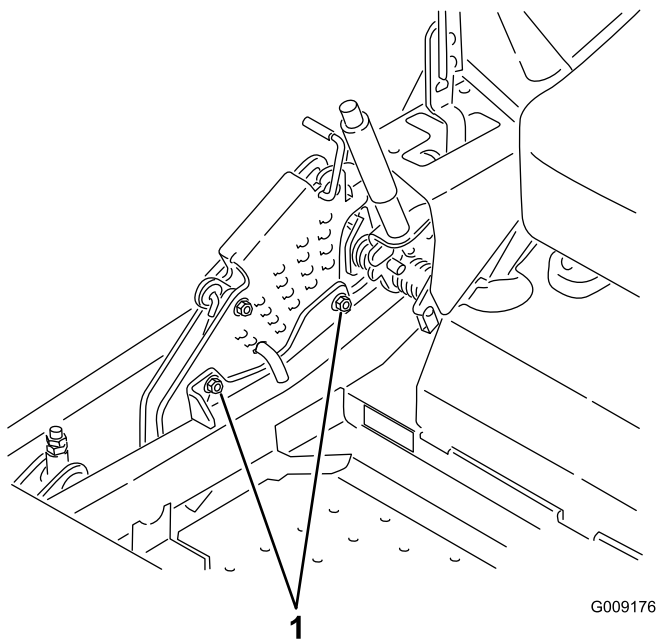

Figura 90
- 12. Para ajustar el sistema de ajuste de un solo punto, afloje los dos pernos situados cerca del borde inferior de la pletina de altura de corte. Consulte Figura 90.
14. Apriete los dos pernos situados cerca del borde inferior de la pletina de altura de corte (Figura 90). Apriete a 37–45 Nm (27–33 pies-libra).